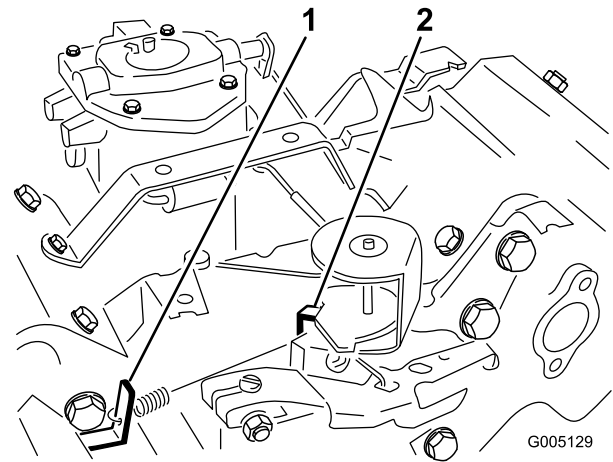

Bild 50
3. Biegen Sie den Anker-Federmitnehmer (Bild 50), um eine Leerlaufgeschwindigkeit von 1625 ± 50 U/min
5. Stellen Sie den Gasbedienungshebel auf „Schnell“. Biegen Sie den Federankermittelnehmer in der Vollgaseinstellung (Bild 50), bis Sie eine Vollgasdrehzahl von 2800 ± 50 U/min realisieren.